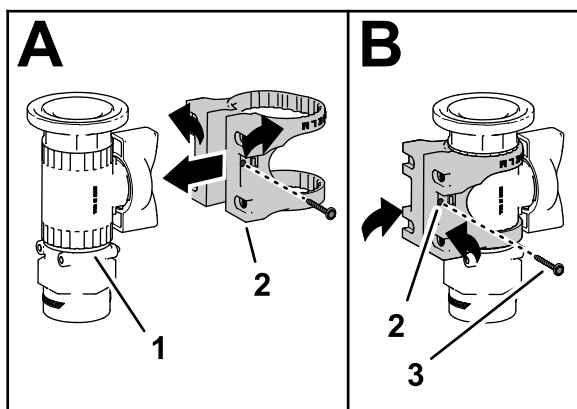

図 20
4. 図 20 のAに示すように、バルブ マウントをストレートコントロール バルブに取り付ける。
5. フランジヘッドねじ#6を使って、バルブマウントを制御バルブに固定し、ねじを手締めする図 20 のB。